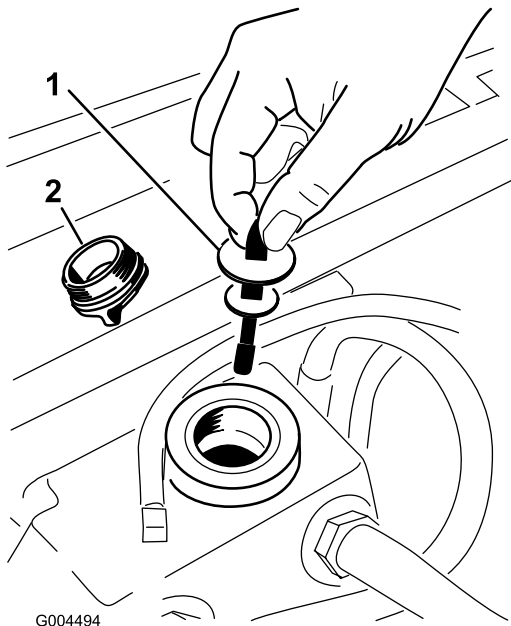

Figura 91
5. Retire el tapón de llenado de aceite hidráulico del cuello de llenado (Figura 91).
6. Retire la varilla y límpiela con un paño limpio (Figura 91).
7. Introduzca la varilla en el cuello de llenado; luego retírela y verifique el nivel del aceite (Figura 91).